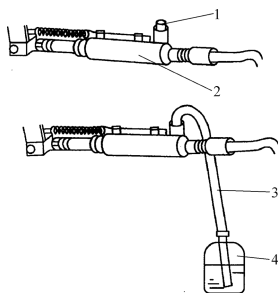

图 3-15 液压系统的排气
- 1) 在放气塞上接一根塑料管, 另一端插入盛有半满制动液的容器内, 如图 3-15 所示。